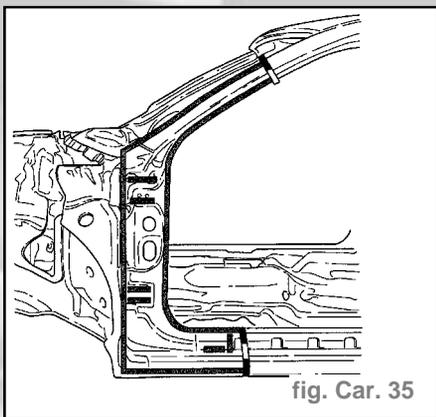

fig. Car. 35
- Définir la ligne de coupe supérieure en fonction de l'endommagement (fig. Car. 35). Elle ne doit pas se trouver dans la zone du renfort intérieur.